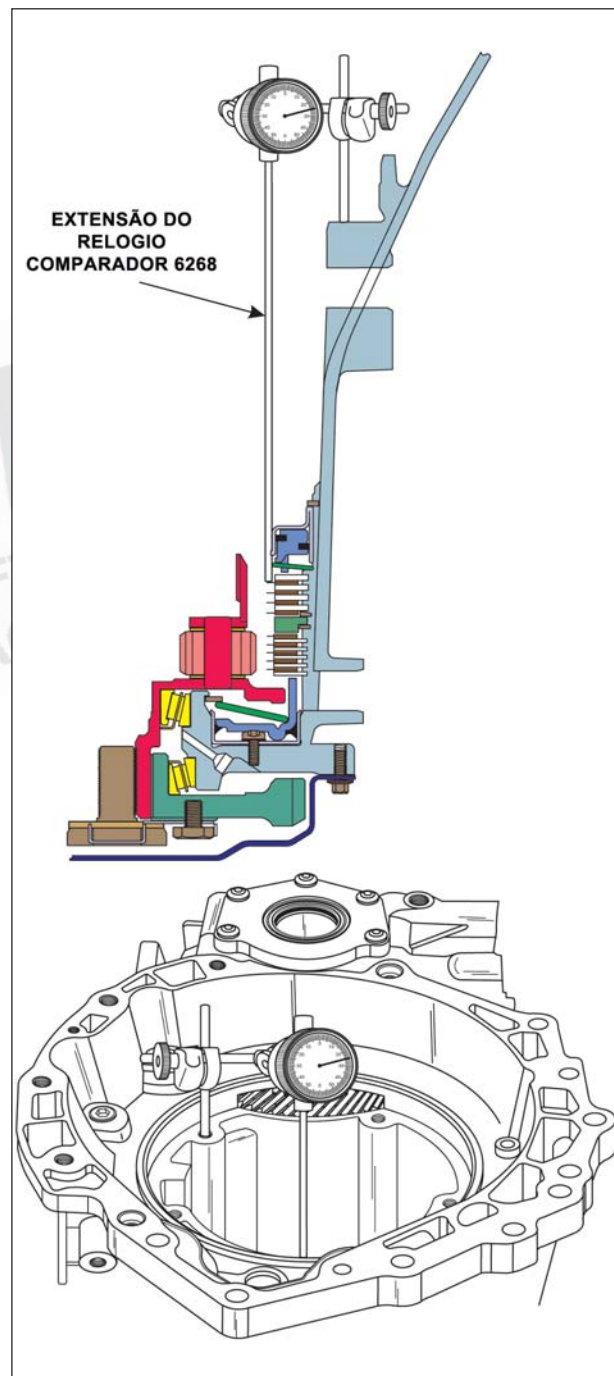

Figura 251
43. Instale um relógio comparador na carcaça e zere o relógio contra o dente do disco revestido da embreagem 2-4, conforme mostrado na figura 251.